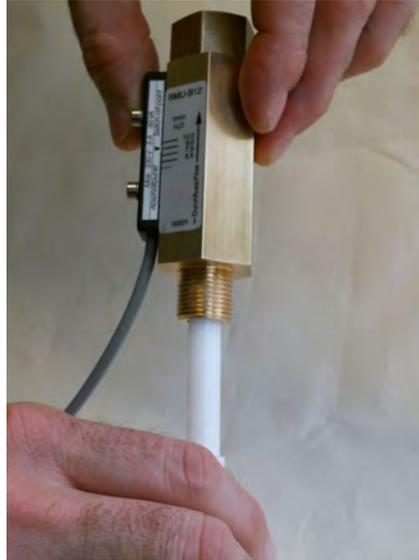

Abb. 36: Gängigkeit prüfen
8. ➤ Schwebekörper durch Druck mit dem Prüfstab (Abb. 36) auf leichte Gängigkeit prüfen